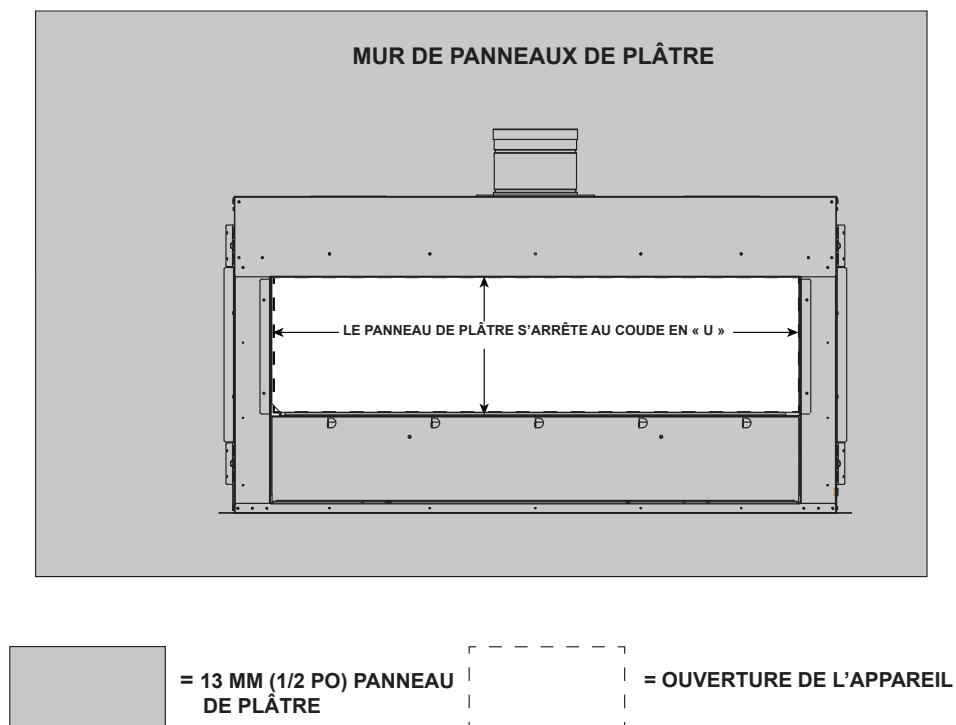
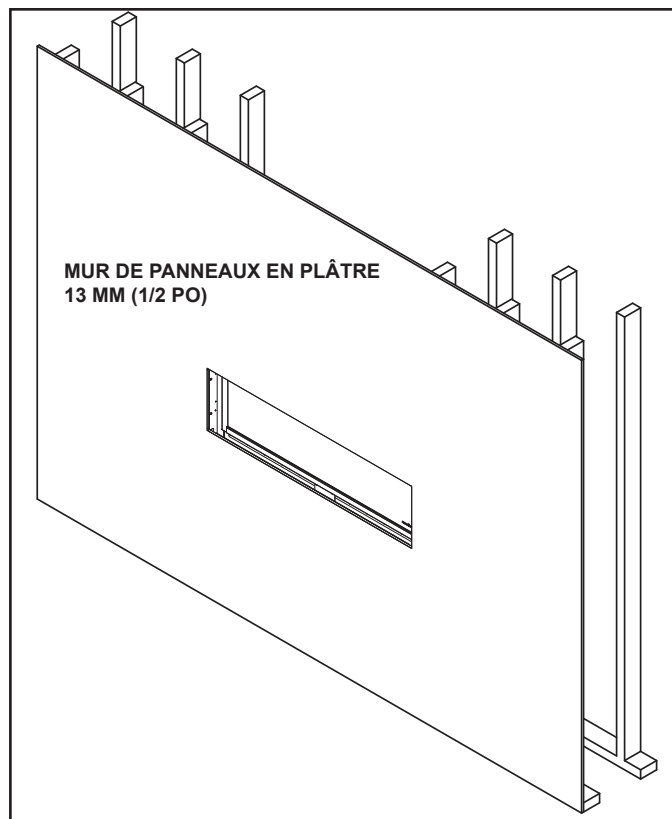

Figure 10.2 Détail du panneau de plâtre pour chacune des méthodes de finition
Figure 10.3
- La façade et/ou les revêtements de finition ne doivent jamais dépasser sur l'ouverture de la vitre. Voir la figure 10.2.
1. Installez les panneaux de plâtre de 13 mm (1/2 po) au mur. La figure 10.3 présente le PRIMO installé. Le panneau de plâtre de 13 mm (1/2 po) a été installé jusqu'au haut, au bas et aux côtés de l'ouverture de l'appareil, comme il est indiqué à la figure 10.2 et 10.3. Voir la section 10.A pour plus de détails à propos du matériau de revêtement.